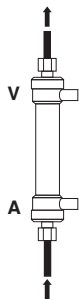

Fig.4 / Abb. 4 / Εικ. 4
- Spoel de bloedzijde van de dialysator en de bloedlijn met meer dan 1000 ml fysiologische zoutoplossing bij ongeveer 100 ml/mm. (Fig. 4)